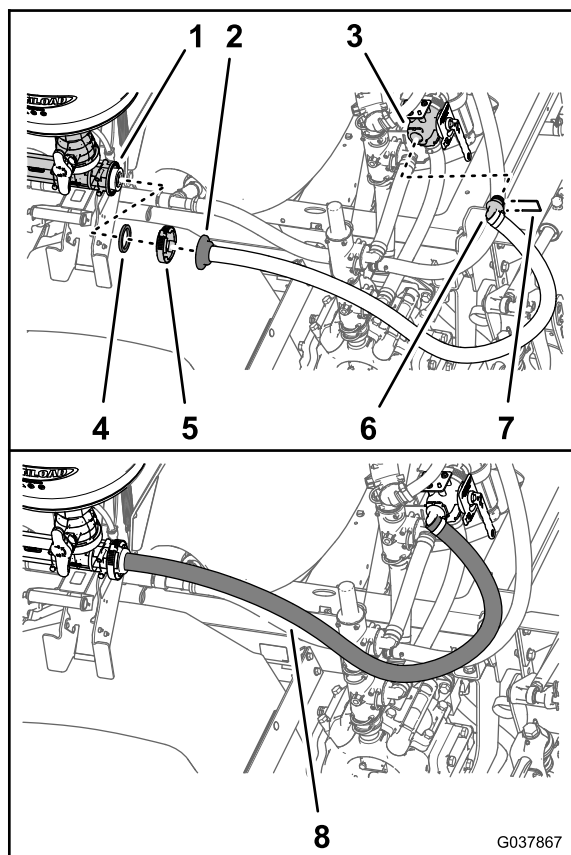

図 72
1. エダクタ給液ホース25 x 156.5 cmの90°フィッティングを、エダクタ停止バルブの左側ポートに取り付ける 図 72。
2. 90°フィッティングを、エダクタ給液ホースに取り付ける停止バルブに付属しているリテーナを使用する 図 72。
3. エダクタ給液ホースのバーブ付きストレートフィッティングと **エダクタからエダクタ給液ホースを取り外す。** (ページ 18) で外したガスケットを、エダクタの入り口フランジに合わせる 図 72。
4. バーブ付きストレートフィッティングとガスケットを、エダクタに固定する 図 72 **エダクタからエダクタ給液ホースを取り外す。** (ページ 18) で取り外したフランジクランプを使用する。